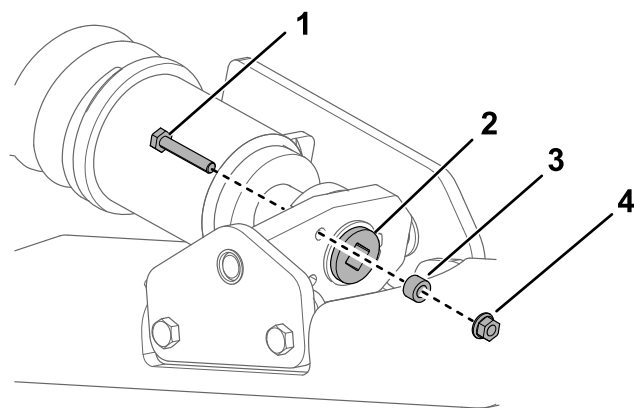
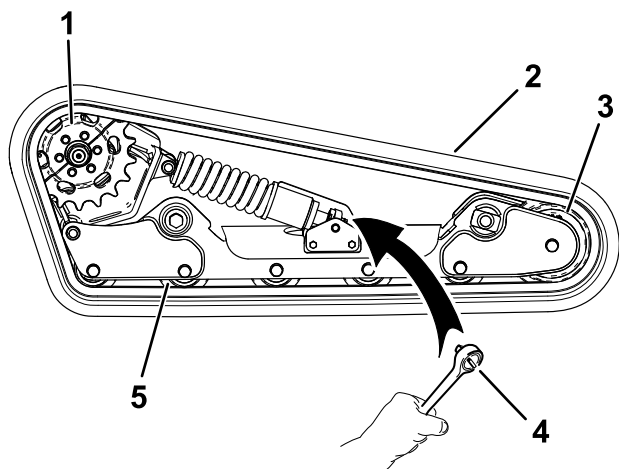

Bild 57
Bild 61
4. Entfernen Sie die Befestigungsschraube, Distanzstück und Mutter (Bild 57).
6. Fluchten Sie die am nächsten liegende Kerbe in der Spannschraube mit dem Loch der Befestigungsschraube aus und befestigen Sie die Schraube mit der Befestigungsschraube und Mutter (Bild 57).
7. Entfernen Sie die Befestigungsschraube, Distanzstück und Mutter (Bild 57).
8. Lösen Sie die Antriebsspannung mit einer Ratsche ($\frac{1}{2}$ "), indem Sie die Spannschraube nach rechts drehen (Bild 57 und Bild 61).
9. Entfernen Sie die drei Schrauben, die die Kettenradhälfte sichern, die nicht in die Kette eingreift (Bild 61).
14. Wickeln Sie die neue Kette um das Vorderrad (Bild 61).
15. Schieben Sie die Kette unter und zwischen die Straßenräder und wickeln Sie diese um den Rahmen (Bild 61).